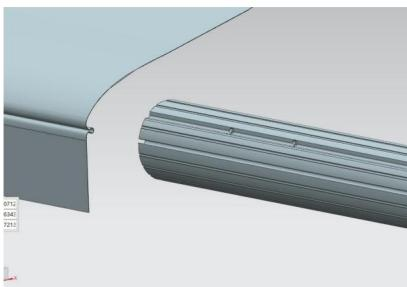
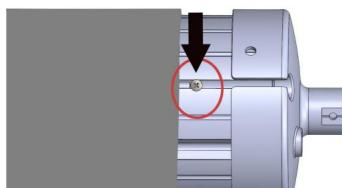

Figuur C10
Figuur C11
3.4 Trek de verbindingsbuizen aan beide uiteinden van de middelste wikkelpuis uit tot aan de rode eindpositie, monteren de linker- en rechter wikkelpuis en bevestig deze met schroef A bij de verbinding. (Figuur C10, Figuur C11)